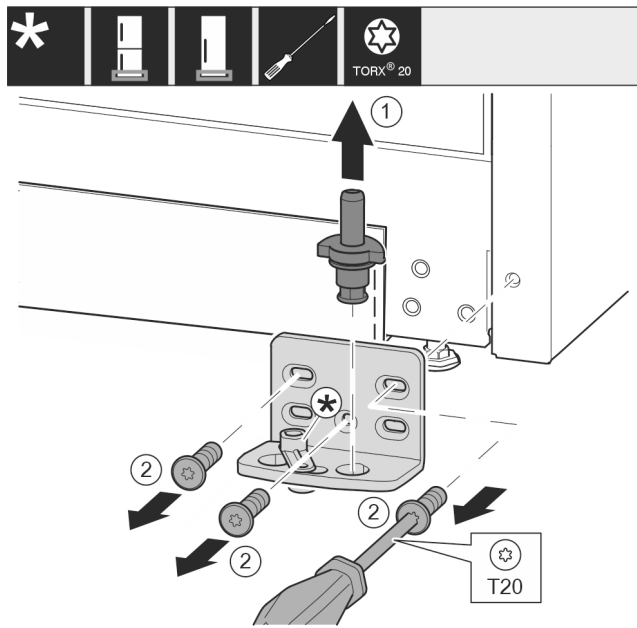

Fig. 16 *
- Izvucite svornjak ležaja Fig. 16 (1) potpuno prema gore.*
- Odvijačem odvrnite vijke Fig. 16 (2) i skinite podložak ležaja.*